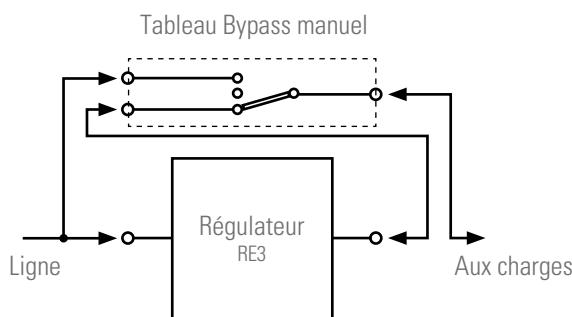
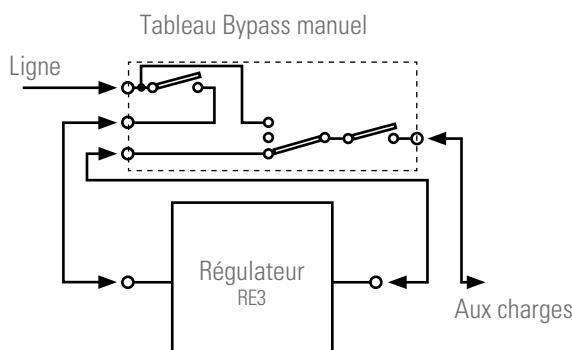
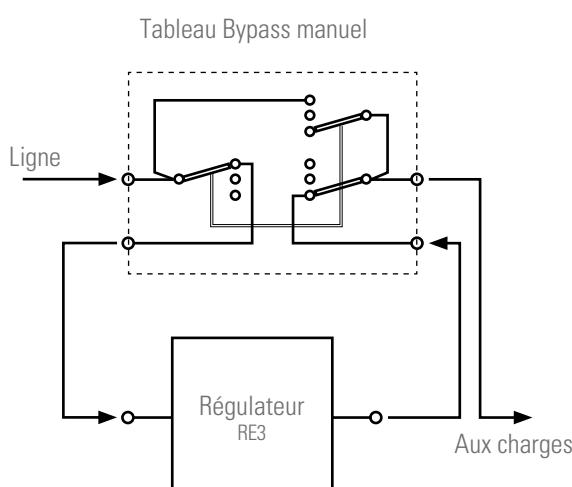

Fig. 16. Connexion régulateur avec Tableau de Bypass manuel à commutateur simple.
Fig. 17. Connexion régulateur avec Tableau de Bypass manuel à commutateur simple et protections.
Fig. 18. Connexion régulateur avec Tableau de Bypass manuel à commutateur double.
- Les connexions entre le Tableau de Bypass et le réseau d'alimentation, le régulateur et les charges différera si le Tableau est à commutateur simple (voir Fig. 16), si dispose, en outre, d'interrupteurs de protection (voir Fig. 17) ou si a un commutateur double (voir Fig. 18). L'avoir ou pas d'un interrupteur de sortie ne aura pas des conséquences concernant la connexion.